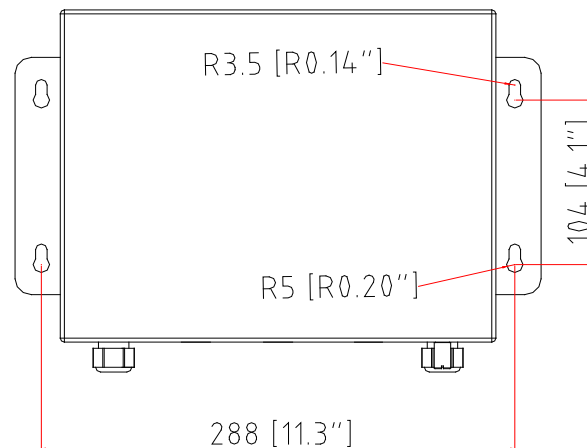

Abbildung 3-3: Montagelochmuster
1. Markieren Sie die Position der Montagelöcher gemäß den in Abbildung 3-3 gezeigten Abmessungen auf der vertikalen Oberfläche. Sie können das Gehäuse auch an die Oberfläche halten und die Markierungen durch die Montagewinkellöcher an den Seiten des Gehäuses vornehmen. Die Messwerte werden in mm [Inch] angegeben.